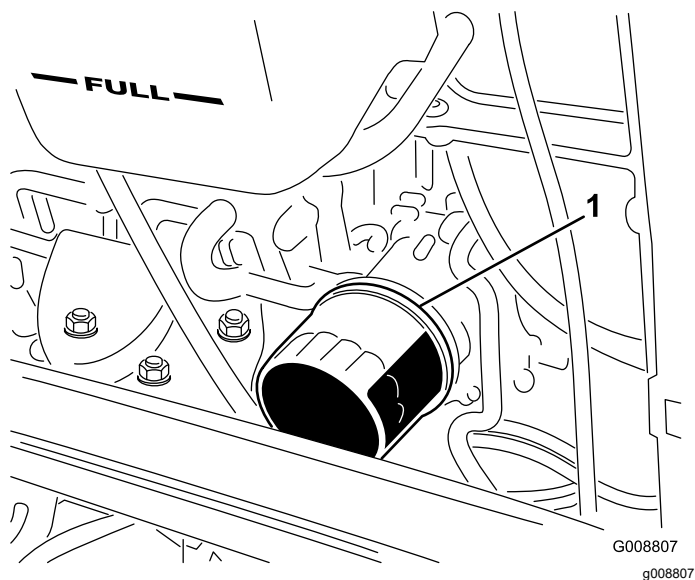

Figura 92
4. Retire el filtro de aceite (Figura 92).